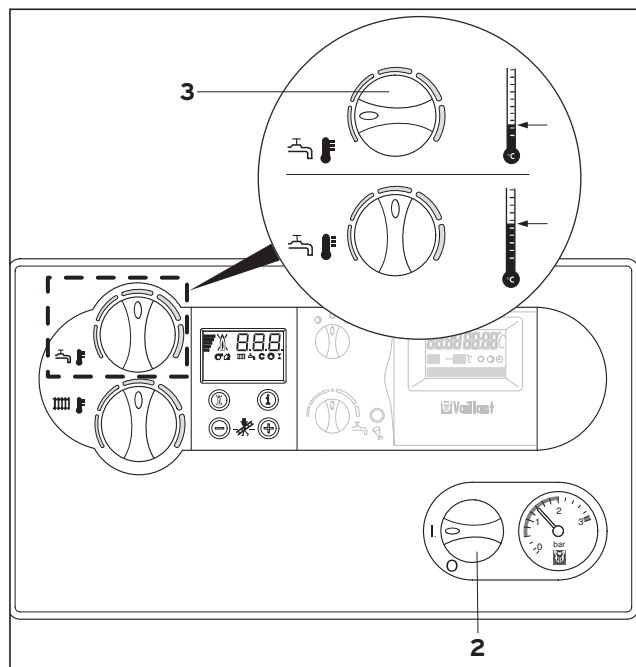

Рис. 3.5 Нагрев воды с использованием аппаратов VU 466
3.3.1 Нагрев горячей воды (рис. 3.5)